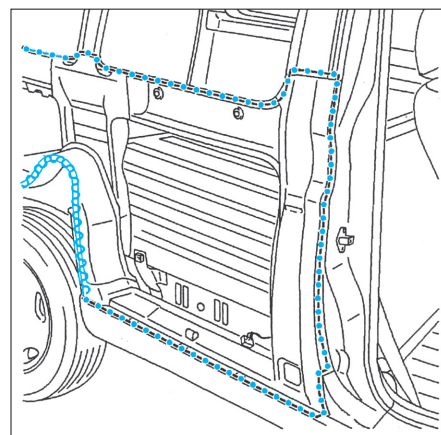

FIG. 81
- Préparation des bords d'accostage et protection par un apprêt soudable (Fig.81).